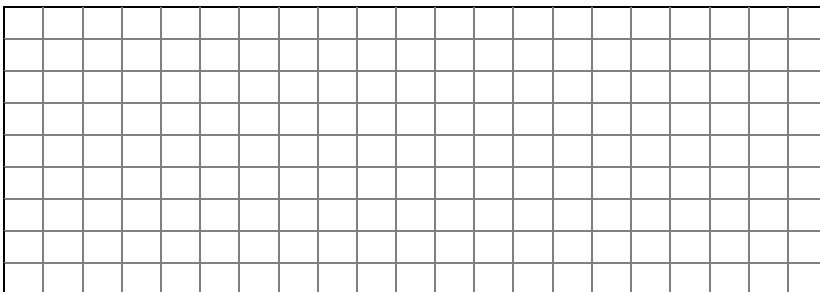

Рис. 2.5. Схема параллельного соединения активных и реактивных элементов
6. По указанию преподавателя составить и изобразить в отчете (сетка для рис. 2.4) одну из схем электрической цепи или внести изменения в схему, представленной в качестве примера на рис. 2.5: